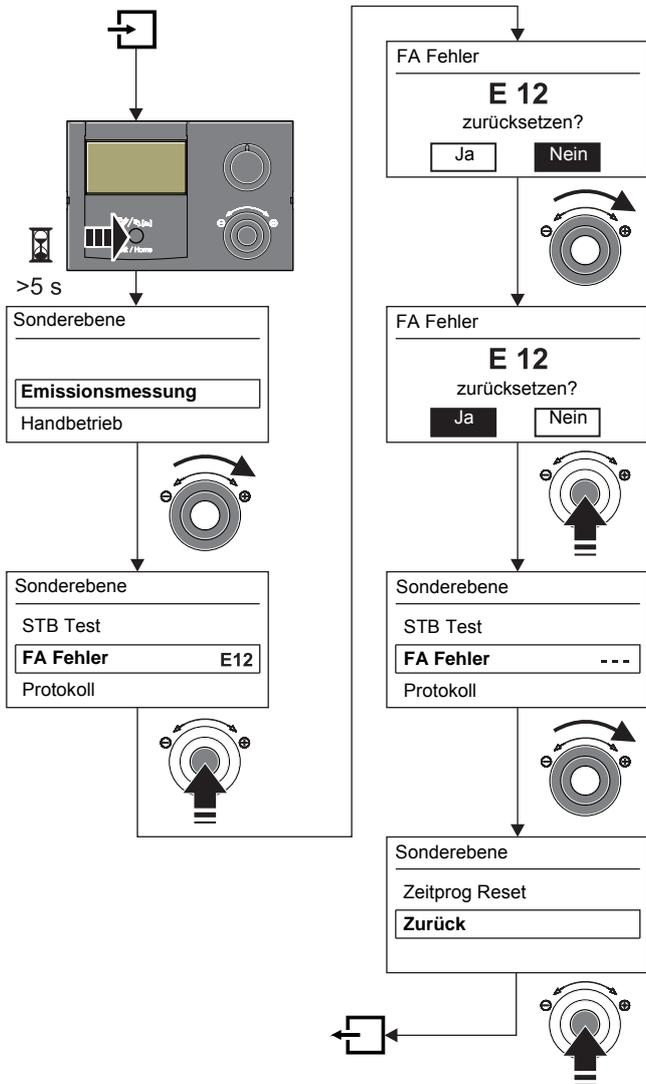

Bild 7-3 Fehler löschen
2. Exit-Taste (Bild 7-3) mindestens 5 s drücken.